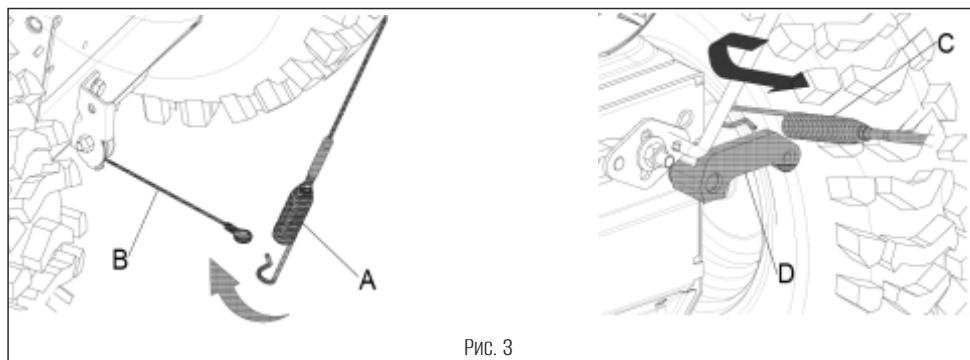

Рис. 3
- Прикрепите левый трос (A) на верхней ручке к тросу (B), выходящему из коробки передач, а правый трос (C) - к опоре (D), как показано на Рис. 3